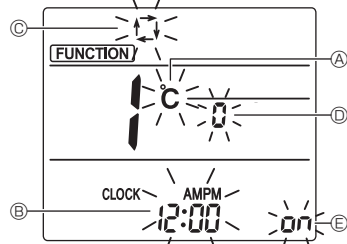

Fig. 5-12
4. İşlev No "1" in görüntülenip görüntülenmediğini kontrol edin ve **SET** düğmesine ③ basın.
5. Ekran görüntü ayarı ekranı görüntülenecektir. (Fig. 5-12)
6. İşlev No'sunu değiştirmek için **UP** düğmesine ④ basın.
5.10.2. Sıcaklık biriminin değiştirilmesi (Fig. 5-12 (A))
- TEMP** düğmesine ⑤ basın.
- TEMP** düğmesine ⑤ her basıldığında ayar **°C** ile **°F** arasında değişecektir.
5.10.3. Zamanlayıcı ekranının değiştirilmesi (Fig. 5-12 (B))
- TIME** düğmesine ⑥ basın.
- TIME** düğmesine ⑥ her basıldığında ayar **12:00** ile **24:00** arasında değişecektir.
5.10.4. AUTO (OTOMATİK) modun değiştirilmesi (Fig. 5-12 (C))
- MODE** düğmesine ⑦ basın.
- MODE** düğmesine ⑦ her basıldığında ayar **1** ile **2** arasında değişecektir.
5.10.5. Çift No'sunun değiştirilmesi (Fig. 5-12 (D))
- UP** düğmesine ④ basın.
- UP** düğmesine ④ her basıldığında Çift No. 0-3 değişecektir.